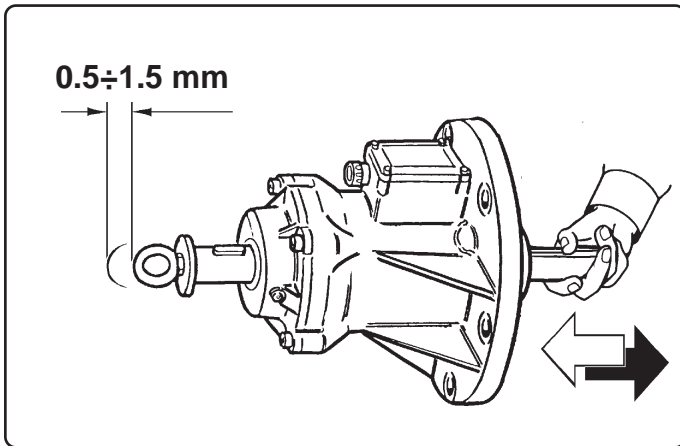
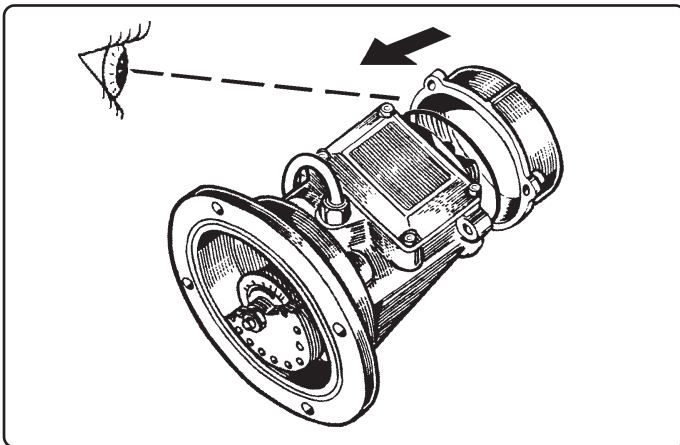

Fig. 24
Fig. 25
- Per la serie MTF eseguita l'operazione sui due lati, rimontare il coperchio con le stesse viti e rondelle facendo attenzione che la guarnizione sia collocata correttamente nella propria sede (Fig.25).
- In series MTF, proceed with the operation on both sides, then remount the cover with the same screws and washers making sure that the seal has correctly set into its housing (Fig. 25).
- Pour la série MTF effectuée l'opération des deux côtés, remonter le couvercle avec les mêmes vis et rondelles en faisant attention à ce que le joint soit placé correctement dans son logement (Fig.25).
- *Für die Serie MTF nach der beidseitigen Einstellung den Deckel wieder mit den gleichen Schrauben und Unterlegscheiben montieren und beachten, daß die Dichtung richtig zu liegen kommt (Abb. 25).*
- Para la serie MTF una vez que hemos efectuado la operación de los dos lados, volver a montar la tapa con los mismos tornillos y arandelas, prestando atención que la junta quede colocada correctamente en su lugar (Fig. 25).
Rimontare le flange con i nuovi cuscinetti ponendo cura all'ortogonalità tra carcassa flangia e albero. Fare ruotare manualmente l'albero ed assicurarsi che abbia un gioco assiale compreso tra 0,5÷1,5 mm se sono montati cuscinetti a rulli (Fig. 24). Con i cuscinetti a sfere non deve sussistere gioco assiale. Completare il montaggio del motovibratore, usando le attenzioni già prescritte (Fig.25).
Turn the shaft by hand and check that its float is between 0.5-1.5 mm if roller bearings are mounted (Fig. 24).
Complete vibrator assembly in compliance with the previous instructions (Fig. 25).
Faire tourner l'arbre manuellement et vérifier qu'il y a un jeu axial de 0,5 à 1,5 mm dans le cas de roulements à rouleaux (Fig. 24). Avec les roulements à billes il ne doit pas y avoir de jeu axial.
Compléter le montage du motovibrateur, en respectant les consignes de sécurité (Fig. 25).
Die Welle von Hand drehen und sicherstellen, daß ein Axialspiel zwischen 0,5 und 1,5 mm vorliegt, wenn Rollenlager montiert werden (Abb. 24).
Den Unwuchtmotor dann gemäß der vorstehenden Anleitung wieder zusammenbauen (Abb. 25).
Hacer girar manualmente el árbol y controlar que presente un juego axial comprendido entre 0,5 / 1,5 mm si están montados cojinetes de rodillos (Fig. 24). Con los cojinetes de bolas no se debe presentar juego axial.
Completar el montaje del motovibrador, siguiendo las indicaciones ya prescritas (Fig. 25).